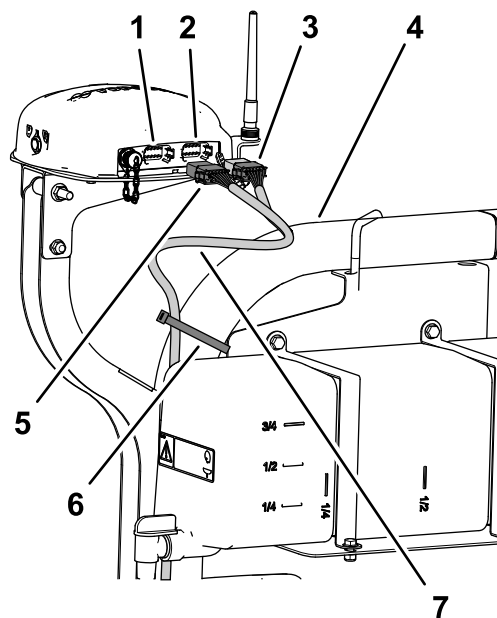

Bild 196
12-Buchsen-Stecker (grau und den 12-Buchsen-Stecker ((schwarz nach oben zum Navigationsempfänger (Bild 196).
- Befestigen Sie den 390-cm-Zweig des Datenkabelbaums mit zwei Kabelbinden am rechten Überrollschutzrohr, wie in **Bild 196** abgebildet.